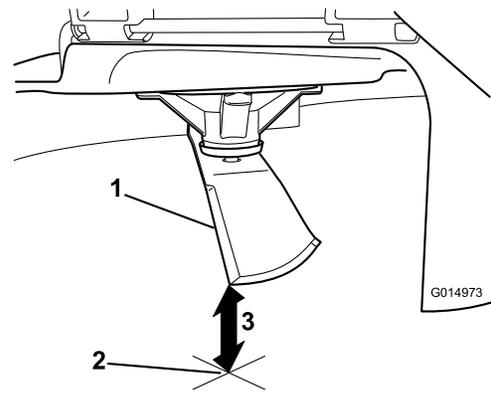

Figura 105
3. Mida desde la punta de la cuchilla hasta la superficie plana (Figura 105).